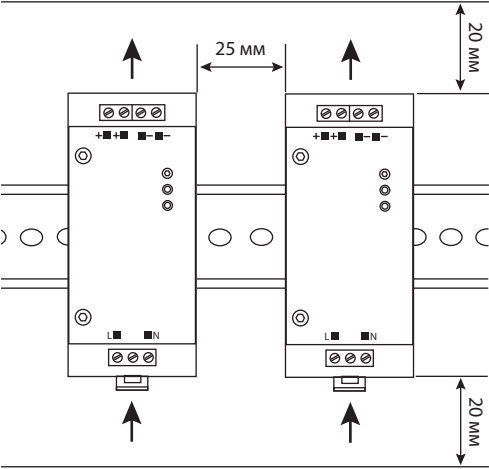

Рисунок 5. Рекомендуемое размещение блока питания и обеспечение циркуляции воздуха
- 6.1. Для соблюдения температурного режима работы обеспечьте свободное пространство вокруг блока питания (см. Рисунок 5). При необходимости используйте принудительную вентиляцию.